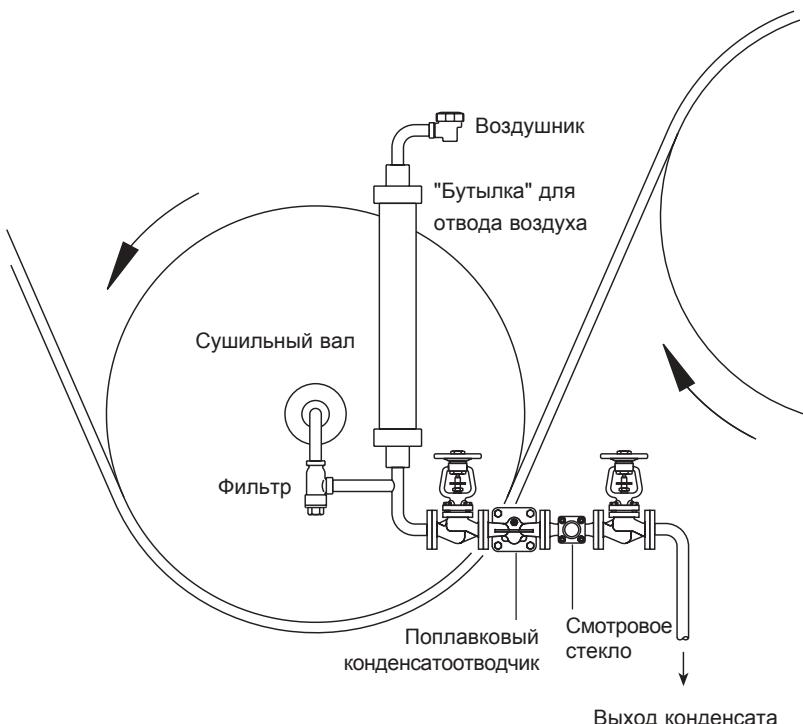

Рис. 6 Отвод конденсата от сушильного вала с низкой скоростью вращения
3.6 Конденсатоотводчик должен устанавливаться как можно ближе к точке слива конденсата от оборудования, в противном случае возможна блокировка конденсатоотводчика паровой пробкой. Такая блокировка возникает, когда труба между точкой слива конденсата от оборудования и конденсатоотводчиком заполнена паром и этот пар препятствует поступлению конденсата к конденсатоотводчику. Это приводит к тому, что оборудование начинает подтапливаться конденсатом, что означает снижение эффективности его работы. Этот процесс очень похоже на блокирование трубы с водой пузырем воздуха. Наиболее часто такие проблемы встречаются на вращающихся сушильных валах и другом оборудовании конденсат от которого отводится через сифонную трубку, погруженную конденсат. Блокирование паровой пробкой может быть легко устранено путем установки конденсатоотводчика с комбинацией воздушника и клапана выпуска паровых пробок (SLR). На рис. 6 показан конденсатоотводчик FT-C, отводящий конденсат от сушильного вала с малой скоростью вращения. Клапан выпуска паровых пробок (SLR) открывается путем поворота его штока против часовой стрелки. Конденсатоотводчик поставляется с клапаном SRL, открытый на $\frac{1}{2}$ оборота, что обеспечивает пропуск приблизительно 22 кг/ч пара давлением 10 бар. На месте клапан SLR можно настроить на требуемое количество пролетного пара. Поворот штока против часовой стрелки увеличивает количество пролетного пара, поворот по часовой стрелке - уменьшает.